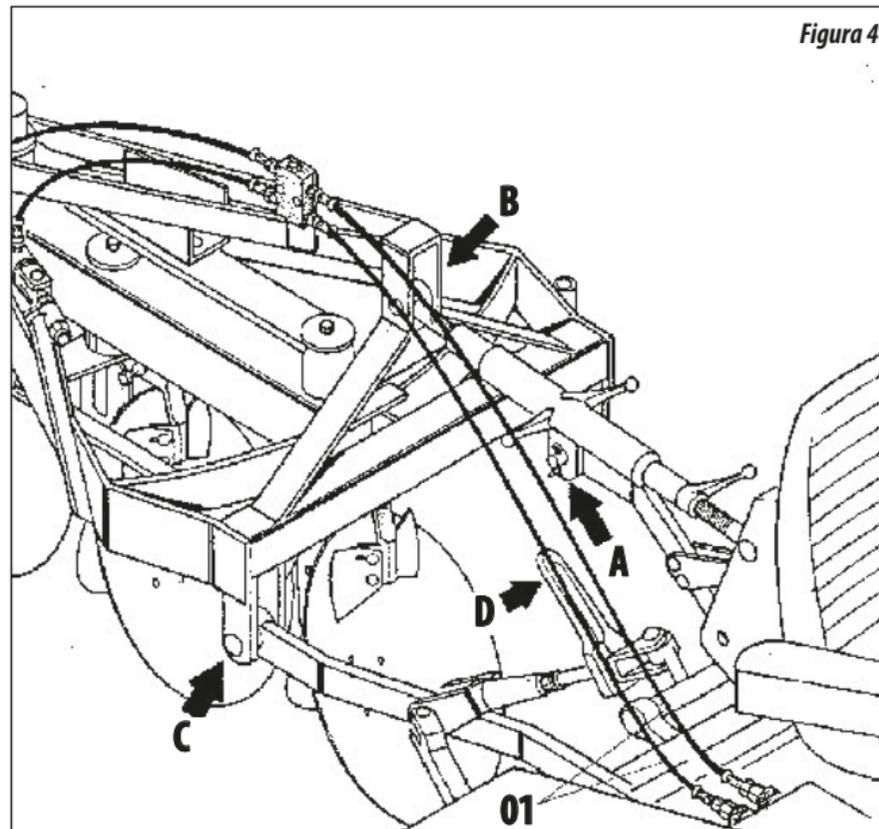

Figura 4
- 04 - Enganche el brazo inferior izquierdo del tractor en el perno de enganche "A" del arado, conforme **figura 4**.
- 08 - Acoplar las mangueras (item 1) en el enganche rápido del tractor. (Si el arado tiene pistón)